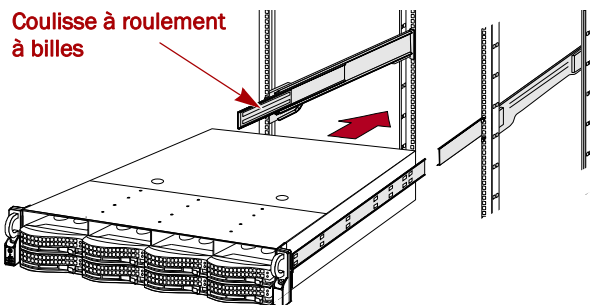

Figure 9. Insertion de la baie d'extension dans le rack
- Vérifiez que la **coulisse** du roulement à billes se trouve à l'**avant** du rack (Figure 9).